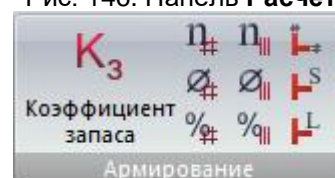

Рис. 147. Панель **Армирование**
- **Армирование** (рис.147) – графическое отображение результатов проверки прочности кладки и подбора арматуры в элементах из кладки, а также характеристик расчетных групп простенков.
Панель **Армирование** (рис.147) содержит следующие команды: